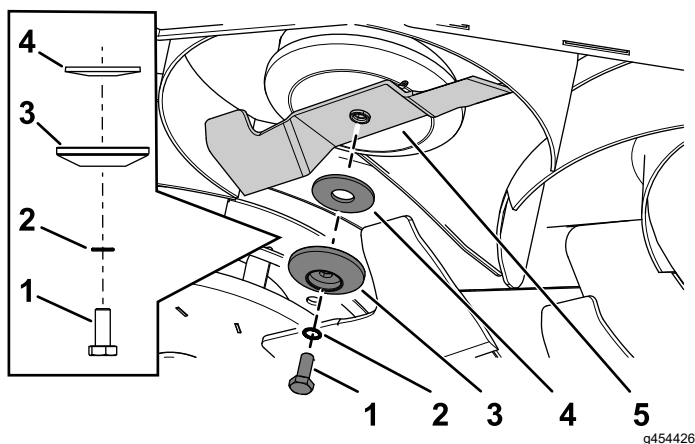

Рисунок 110
2. Установите нож с помощью ранее снятых болта ножа, зубчатой шайбы, держателя ножа и изогнутой шайбы (Рисунок 110).